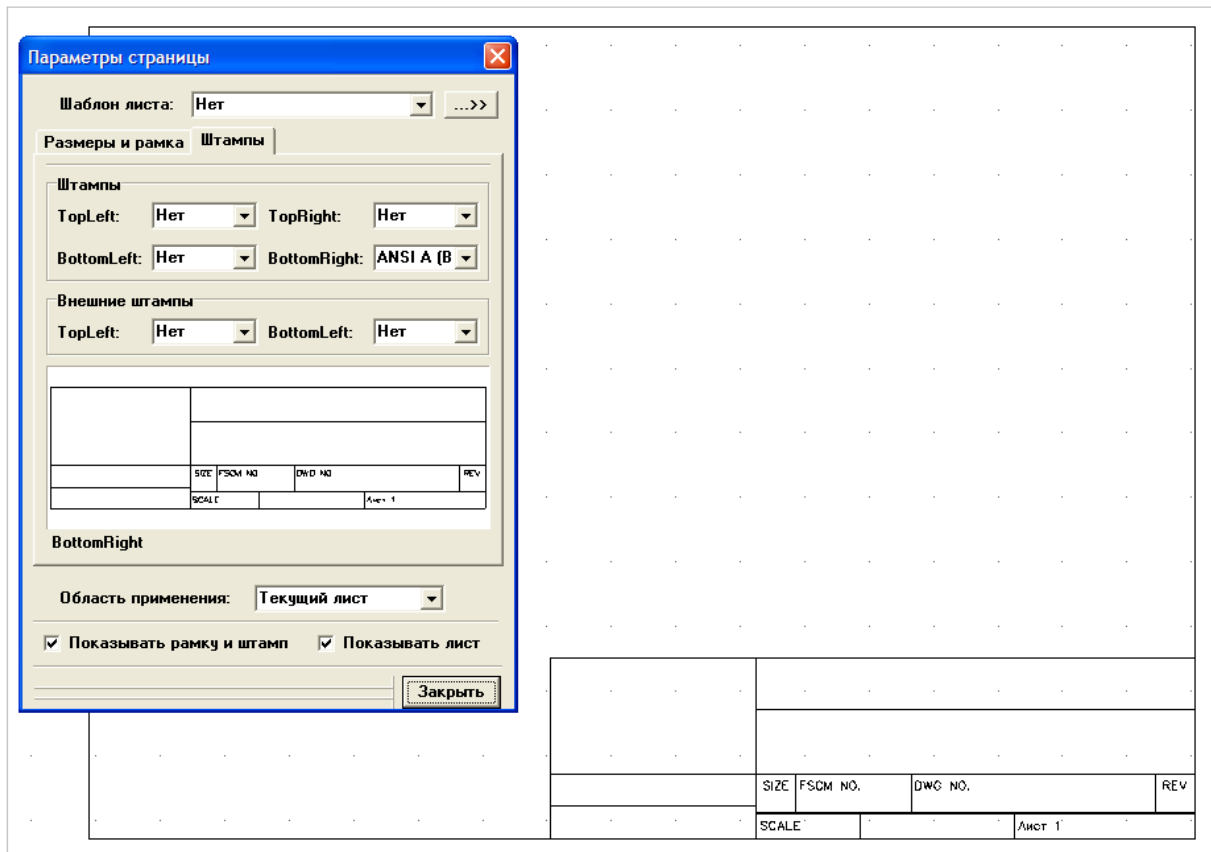

Рис. 1 Підготовка до оформлення схеми
1. Відкрити редактор схем Schematic. Користуючись інструкцією по роботі з програмою і вказівками викладача, ознайомитись з меню редакторів схем Schematic., з бібліотеками компонентів і основними меню програми. В меню «Файл\Параметри сторони» обрати параметри рамок і штампів, необхідних для оформлення схем. Рис. 1